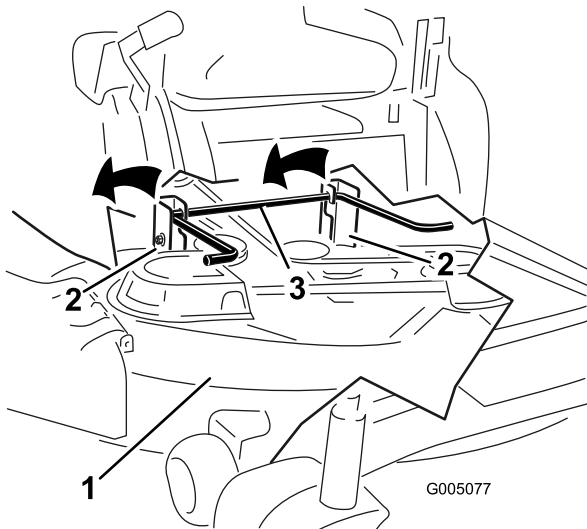

**Figure 58**
4. Retirez la goupille fendue de la tige de support avant et déposez la tige du support de tablier (Figure 58). Abaissez doucement l'avant du tablier de coupe au sol.
- Fixez la tige de support avant au tablier de coupe à l'aide de l'axe de chape et de la goupille fendue (Figure 58).